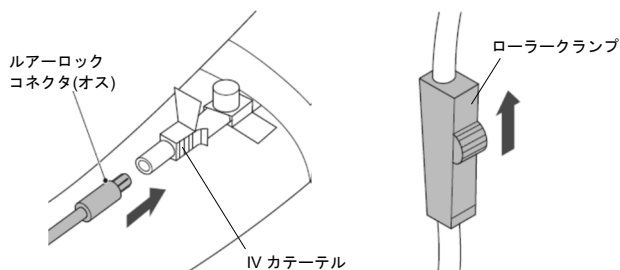

図4. IVカテーテルの接続とローラークランプの開放
- 15) IVカテーテルに加温セットのルアーロックコネクタ(オス)を接続する(図4)。
- 16) 点滴セットのローラークランプを開く(図4)。